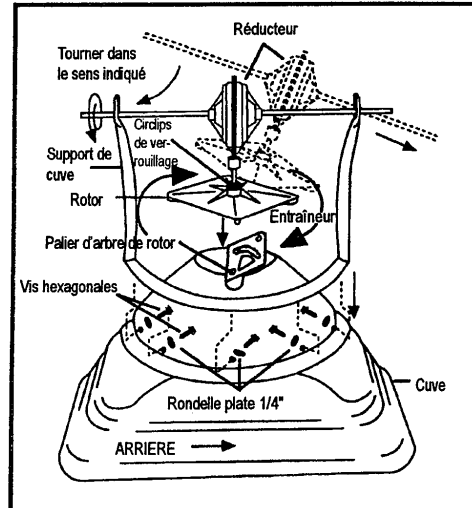

Fig. 4
(Voir Fig. 4)
- La rotation de l'arbre du rotor doit être maintenant déterminée. Faire tourner l'essieu dans le sens indiqué sur la figure 4, et vérifier que le rotor tourne dans le sens des aiguilles d'une montre.
**NOTE:** Vérifier le sens de rotation. En regardant l'intérieur de la cuve par le dessus, l'agitateur DOIT tourner dans le sens contraire des aiguilles d'une montre. S'il tourne dans l'autre sens, répéter les étapes de la figure 4.